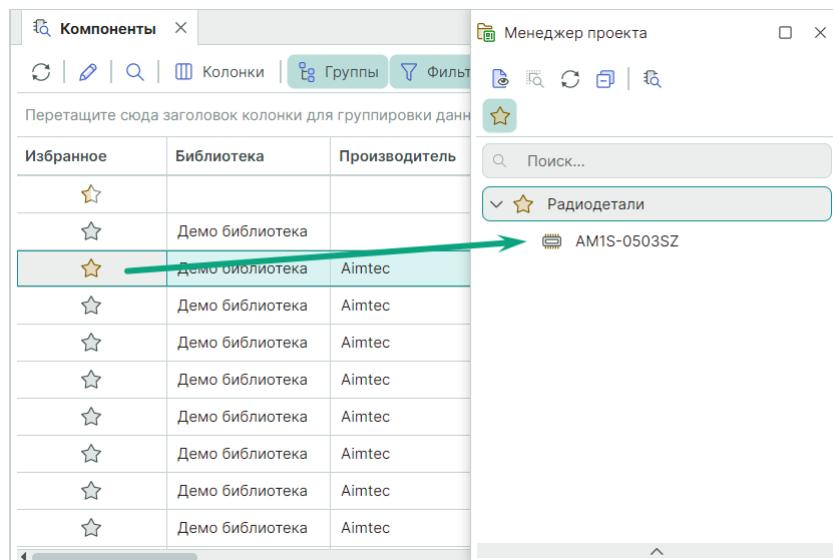

Рис. 43 Добавление радиодетали на вкладку «Избранное» панели «Менеджер проекта»
2. Наведите курсор на колонку «Избранное» и нажмите на символ , см. Рис. 43.